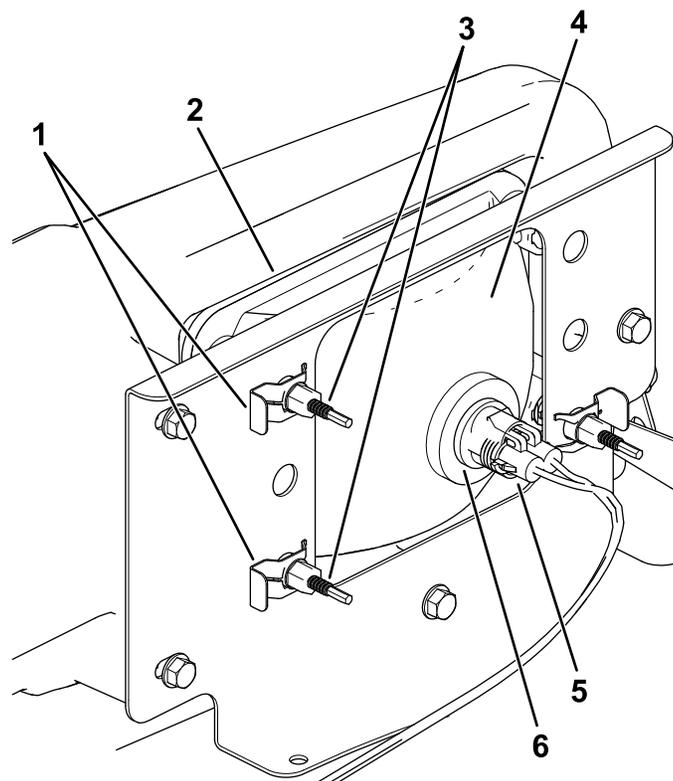

Рисунок 51
3. Отсоедините электрический соединитель жгута проводов от соединителя лампы в сборе (Рисунок 51).
4. Снимите скобы под саморез, которые крепят фару к кронштейну фары (Рисунок 51).
5. Снимите фару в сборе, подавая ее вперед сквозь отверстие в переднем бампере (Рисунок 51).
6. Вставьте новую лампу через отверстие в бампере (Рисунок 51).
8. Подсоедините электрический соединитель жгута к соединителю лампы в сборе (Рисунок 51).
5. В задней части узла передней фары поверните регулировочные винты (Рисунок 51), чтобы повернуть фару и изменить положение луча.